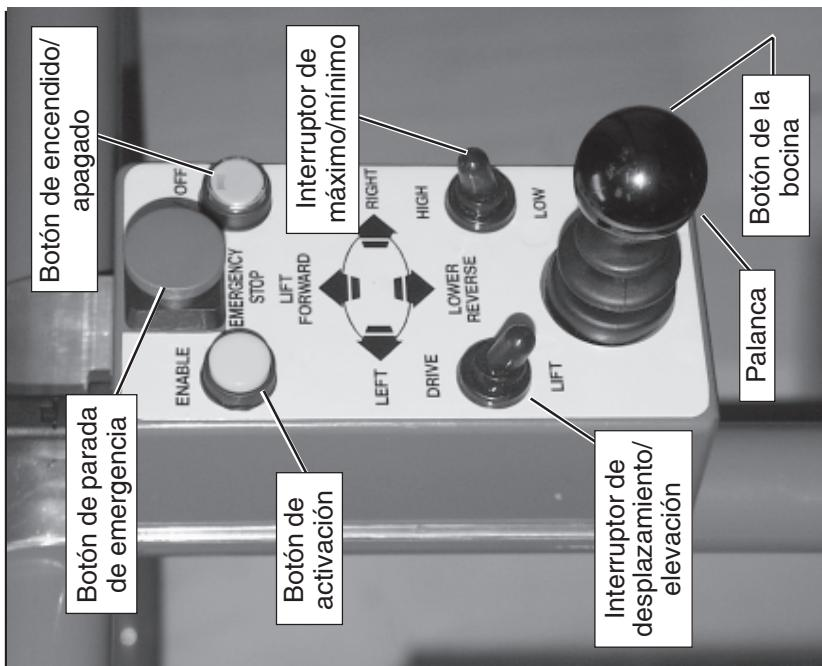

Figura 4: Controles de la plataforma
2. Gire la llave a la posición de **ON** (encendido), el interruptor de la llave está ubicado del lado izquierdo del mástil (figura 4).